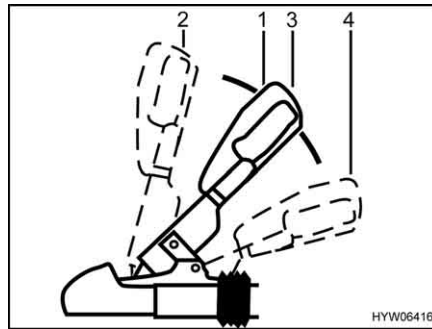

Bild 3 Sicherheitskupplung
- Kupplungsgriff (Bild 3,1) nach oben in Stellung "offen" (Bild 3,2) ziehen. Sicherheitskupplung ist geöffnet.
- Die geöffnete Sicherheitskupplung auf die Anhängerkugel des Zugfahrzeugs aufsetzen und den Kupplungsgriff loslassen. Der Griff gleitet selbsttätig in seine Ausgangsstellung (Bild 3,3) zurück.
- Die Stabilisierungseinrichtung aktivieren. Dazu den Kupplungsgriff aus geschlossener Stellung (Bild 3,3) bis zum Anschlag nach unten drücken (Bild 3,4).
Zum Ausschalten der Stabilisierungseinrichtung, z. B. bei Fahrt auf Eis oder Schnee, den Kupplungsgriff (Bild 3,1) langsam bis zur geschlossenen Stellung (Bild 3,3) nach oben ziehen.